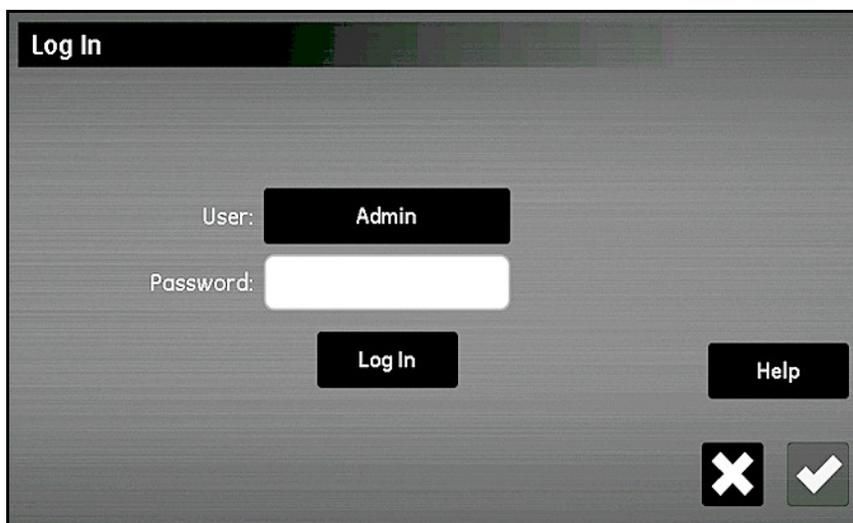

Рис. 70: Экран входа
Только **администратору** разрешается добавлять, изменять или удалять учетные записи других пользователей. Чтобы войти в систему как **администратор**, выберите **Configuration (Настройка) > User Management (Управление пользователями)**, при этом должен открыться экран *Log In (Войти в систему)*, аналогичный тому, что представлен на *Рис. 70* ниже.
1. На экране *Configuration Menu (Меню настройки)* (см. Рис. 52 на стр. 55) выберите **User Management (Управление пользователями)**, при этом должен открыться экран *Log In (Войти в систему)* (см. Рис. 70 на стр. 74).